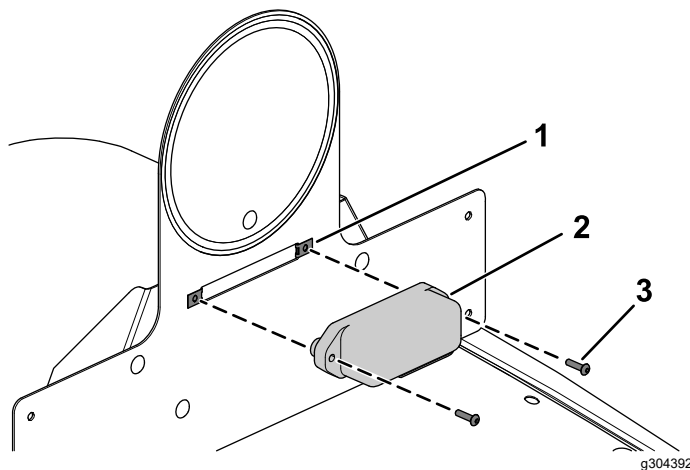

Figura 39
11. Conectai cablajul la lumina plăcui de înmatriculare (Figura 39).
12. Fixai lumina plăcui de înmatriculare la suportul asamblat pentru placa de viteză folosind cele 2 piulie de viteză instalate în Figura 26 i 2 uruburi cu cap semirotund ($\#10$ x $\frac{3}{4}$ ") aa cum se arată în Figura 39.